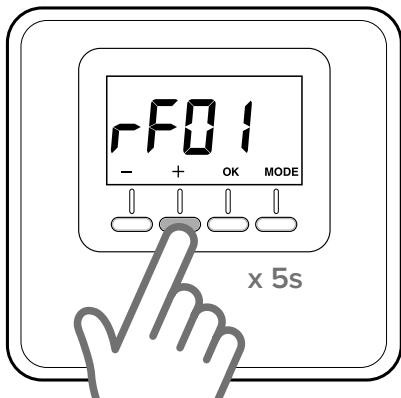

Fig. 7
- Premere nuovamente il tasto “+” per 5 secondi per accedere ai parametri tecnici. Il display mostra il parametro “**rFO1**” (fig. 7)